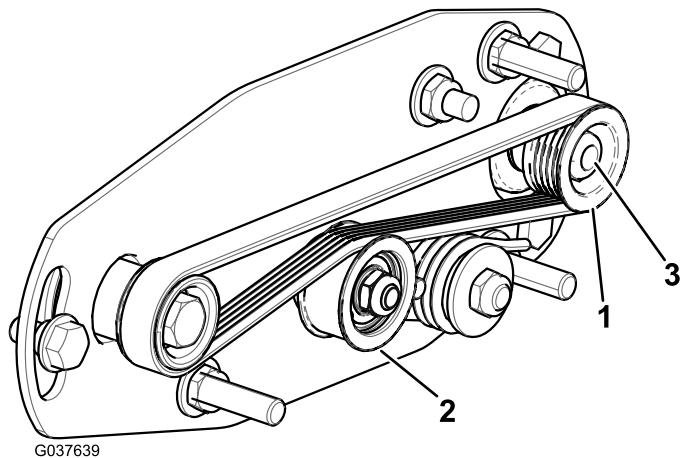
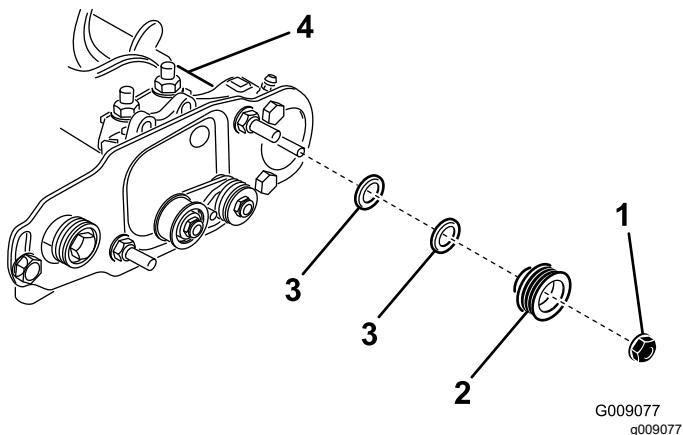

图 24
图 25
1. 从动皮带轮位于滚筒刷轴可以自由出入 图 24。
2. 旋转滚刀会带动驱动皮带轮旋转把皮带从驱动皮带轮上撬下来图 24。
3. 卸下将从动皮带轮固定至刷轴的锁紧螺母图 24或图 25。
4. 从轴上卸下从动皮带轮 图 25。
5. 如果皮带轮需要移出可添加 0.8mm 厚的垫圈 图 25。
6. 如图 25 所示安装皮带轮。